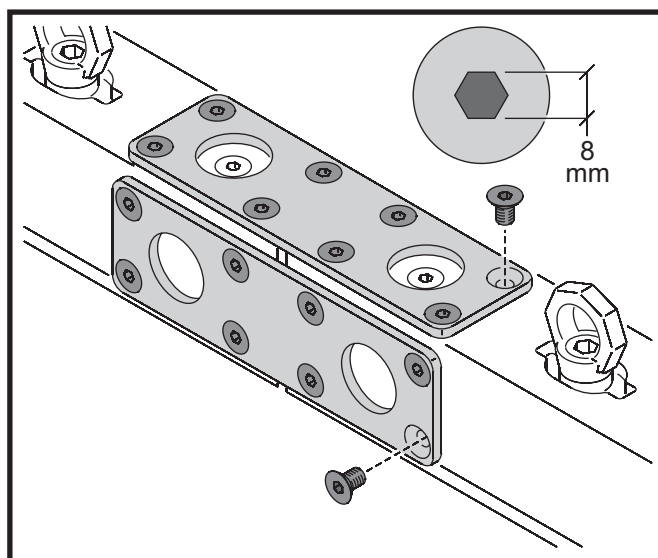

Bild 8: Anschlussplatten zur Koppelung von Verbindungsplatten
1. Siehe Bild 8. Verbinden Sie die Double oder Triple Header mit jeweils zwei Anschlussplatten. Jede Platte muss mit 8 der mitgelieferten M12 Inbusschrauben befestigt werden. Verwenden Sie nur die mitgelieferten M12 Schrauben.